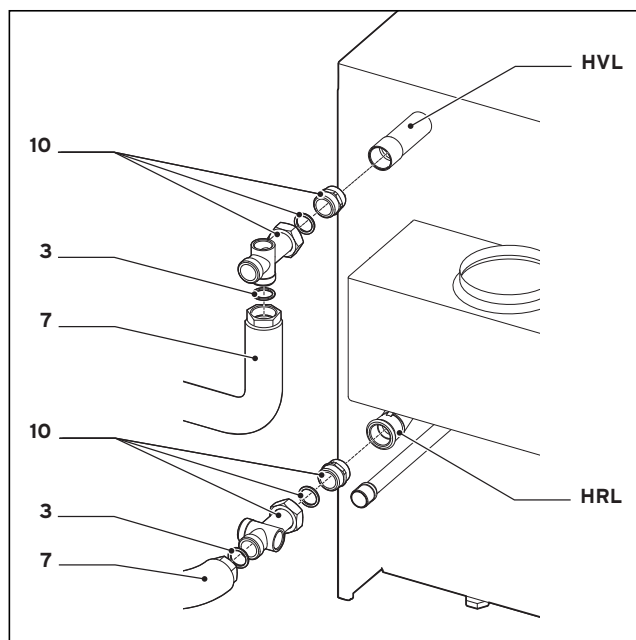

Рис. 2: Монтаж комплекта для нагрева водонагревателя на atmoVIT exclusiv
- Вывинтить двойной ниппель из фитингов (10) (на заводе-изготовителе закреплен лишь вручную).
- Двойной ниппель уплотнить пенькой в соединительных штуцерах котла для линии подачи отопления (HVL), или линии подачи водонагревателя (SpVL) и линии возврата отопления (HRL) (см. рис. 2 - 5).
- Гофрированные трубы (7) с отбортованными на них накидными гайками и прилагаемым уплотнительным кольцом (3) установить на штуцеры котла.